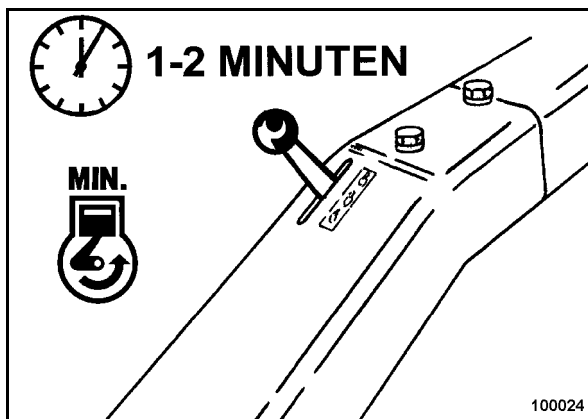

рис. 26
- Установить рычаг управления частотой вращения в положение "MIN" (рис. 26).